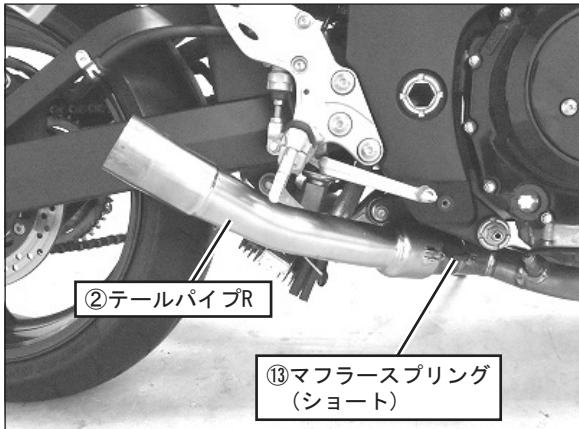

FIG. 9
7. ①エキゾーストパイプAssyに②テールパイプR、③テールパイプLをそれぞれ差し込み、⑯マフラースプリング(ショート)をスプリング取付工具を使用して取り付けて下さい。(FIG. 9, 10参照)